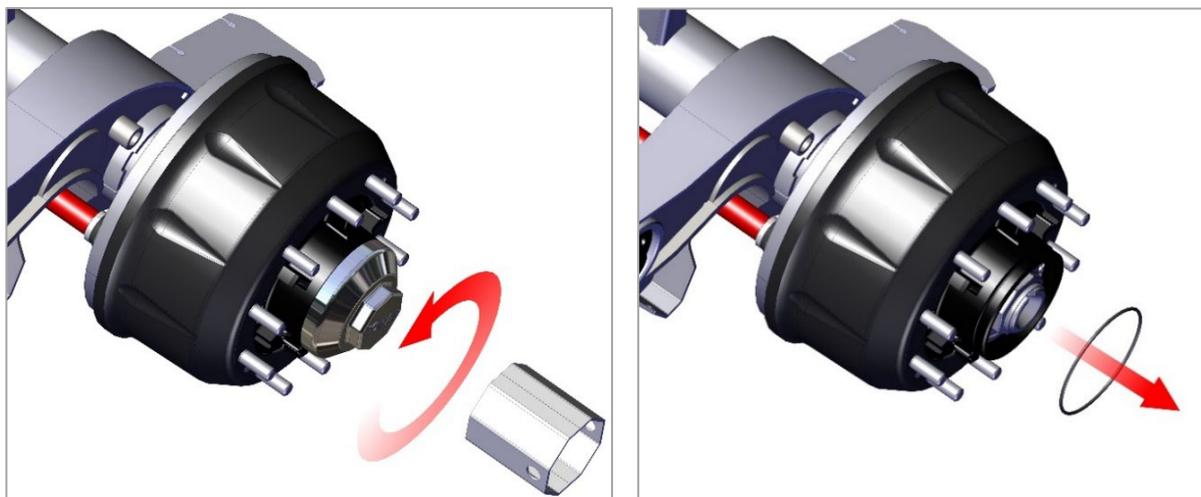

Рис. 35. Снятие крышки ступицы
1) отверните специальным ключом крышку ступицы, убедитесь, что резиновое уплотнительное кольцо не повреждено (рис. 35).